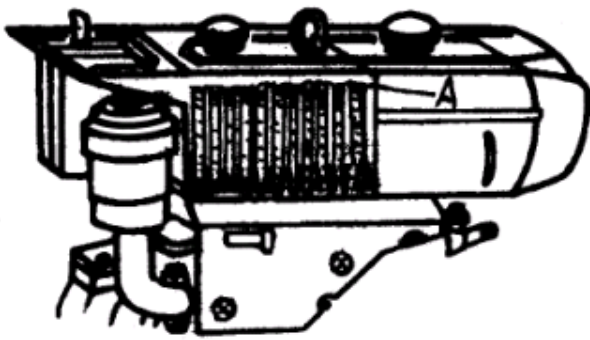

Рис. 5 Уровень воды в конденсаторе
- (1) Снимите крышку заливного отверстия охлаждающей воды.
- (2) Залейте воду до уровня А, как показано на рис. 5.
- (3) Не забудьте плотно затянуть крышку на заливном отверстии после завершения заливки.